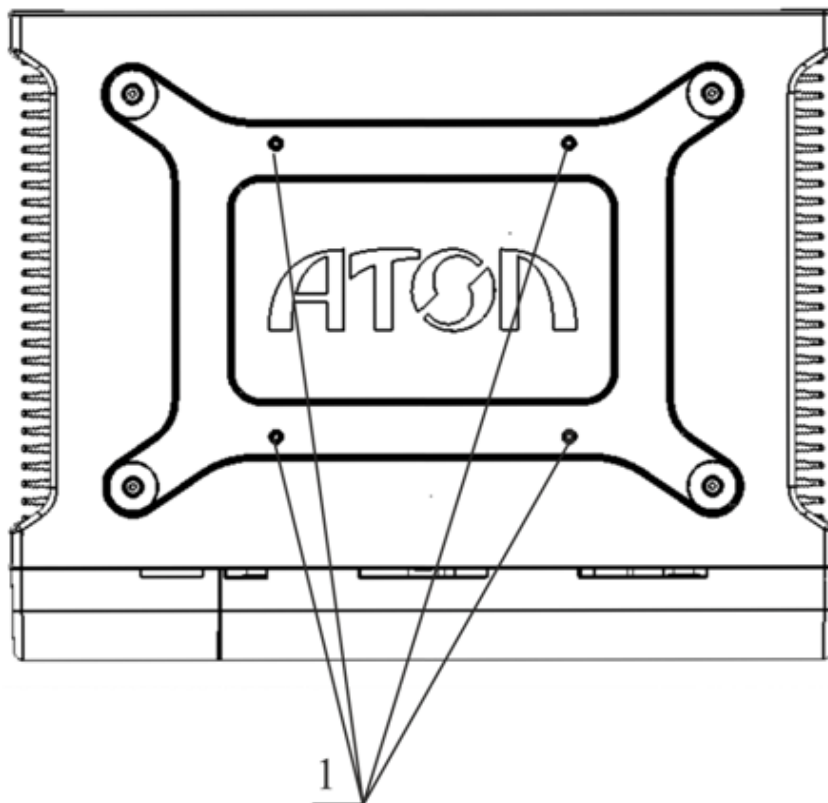

Рисунок 5. Вид снизу
- Настенное крепление. На нижней поверхности корпуса (при горизонтальном размещении) предусмотрены четыре винтовых посадочные отверстия, расположение которых соответствует стандарту VESA MIS-D 100 (см. рис. 5). Таким образом, для настенного крепления POS-компьютера подойдет любой кронштейн, удовлетворяющий требованиям стандарта.